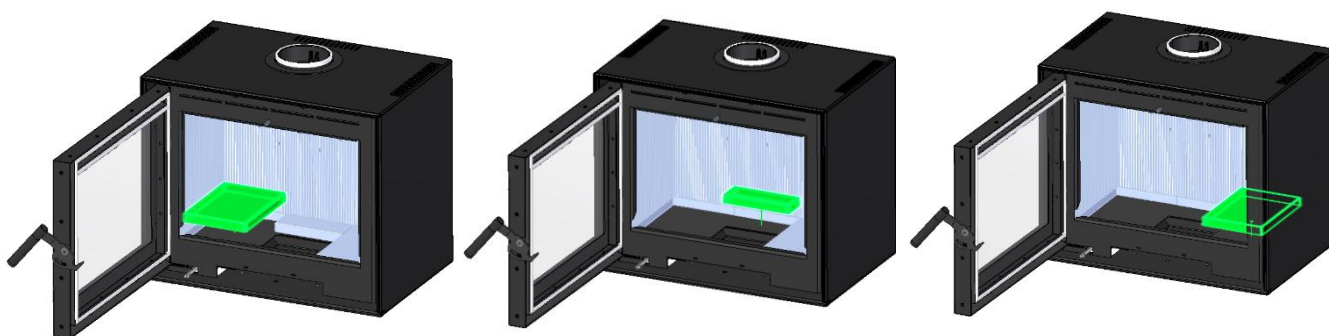

Figura 15 – Remoção do thermotte do fundo
3. Remova as 3 peças de thermotte do fundo, deslocando para cima e retirando do equipamento, ver Figura 15.